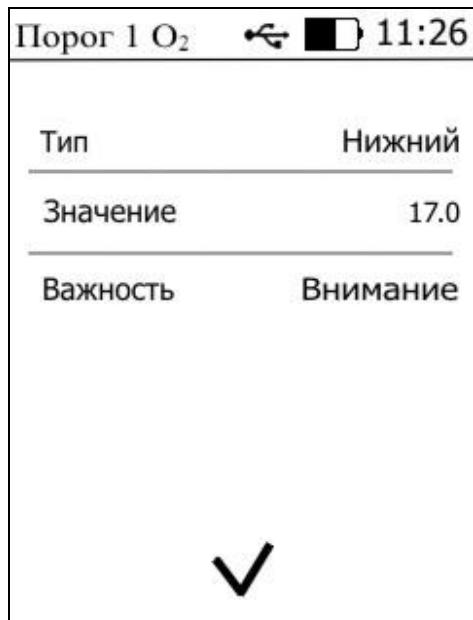

Рисунок 5.5 Экран включенного режима разовых измерений
- 4.6** При включении газоанализатора осуществляется предварительный прогрев и тестирование датчика в течение 15 секунд. В процессе работы газоанализатор осуществляет самотестирование. При наличии неисправностей газоанализатор индицирует сообщение об ошибке. Расшифровка неисправностей тестирования и других ошибок в работе газоанализатора отображается в меню выбора порогов, рисунок 5.5.
Для настройки нужного порога нажать на область «Порог 1» или «Порог 2», Рисунок 5.5.